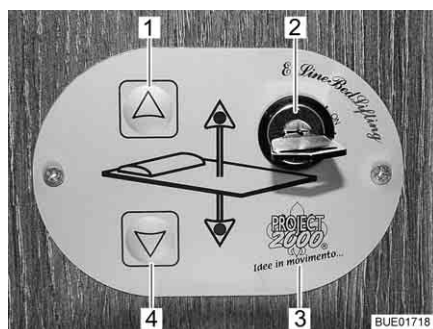

Fig. 124 Commande
Les touches (Fig. 124, 1 et 4) sur l'unité de commande (Fig. 124,3) permettent d'abaisser ou de relever le lit escamotable. L'interrupteur à clé (Fig. 124,2) permet de protéger l'unité de commande contre toute utilisation non autorisée. Le lit escamotable est réglable en continu en hauteur.
- Tourner la clé de 90° dans le sens des aiguilles d'une montre dans l'interrupteur à clé (Fig. 124,2) sur la position "On". L'unité de commande (Fig. 124,3) est activée.
- Appuyer sur la touche fléchée (Fig. 124,4) et la maintenir pressée jusqu'à ce que le lit escamotable ait atteint la position désirée vers le bas.
- Appuyer sur la touche fléchée (Fig. 124,1) et la maintenir pressée jusqu'à ce que le lit escamotable ait atteint sa position finale supérieure.
S'il n'est plus possible de déplacer le lit escamotable avec les touches fléchées (Fig. 124,1 et 4), contrôler d'abord le fusible dans le meuble haut avant du côté gauche du véhicule et sur la réserve 3 sur le bloc électrique (voir paragraphe 8.9.1). Si le fusible n'est pas défectueux mais qu'il n'est toujours pas possible de déplacer le lit escamotable, ce dernier peut l'être manuellement.